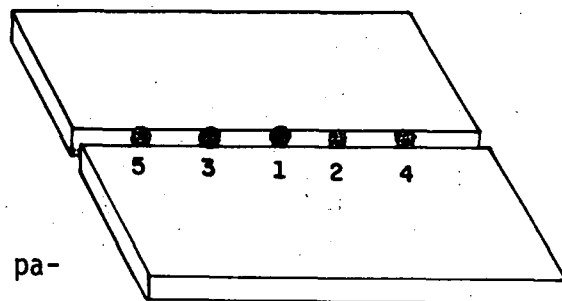

Fig. 1
- 1) O ponto deve ser alternado para evitar empeno (fig. 1).